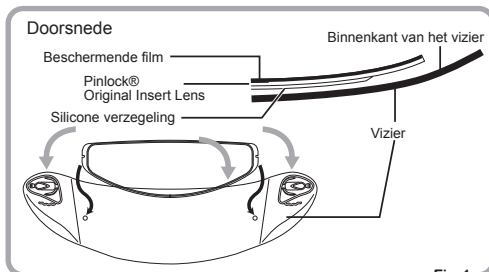

Fig.1
- ① Breng de kant met de silicone verzegeling van de Pinlock® Original Insert Lens aan tegen de binnenkant van het vizier, zonder de beschermende film van de lens te halen. Bevestig nu de Pinlock® Original Insert Lens op de binnenkant van het vizier door ze in de excentrische pinnen te klikken. (Fig. 1 en 2)